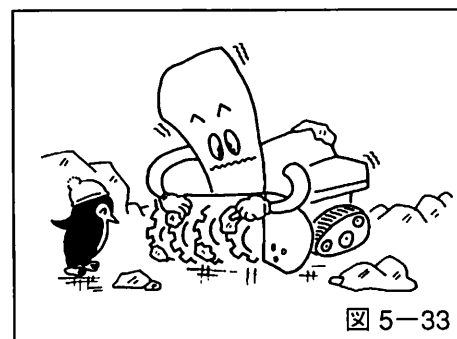

図 5-33
1. オーガケース内とブロワ部分の雪や氷などを丁寧に取り除いてください。(図5-33参照)